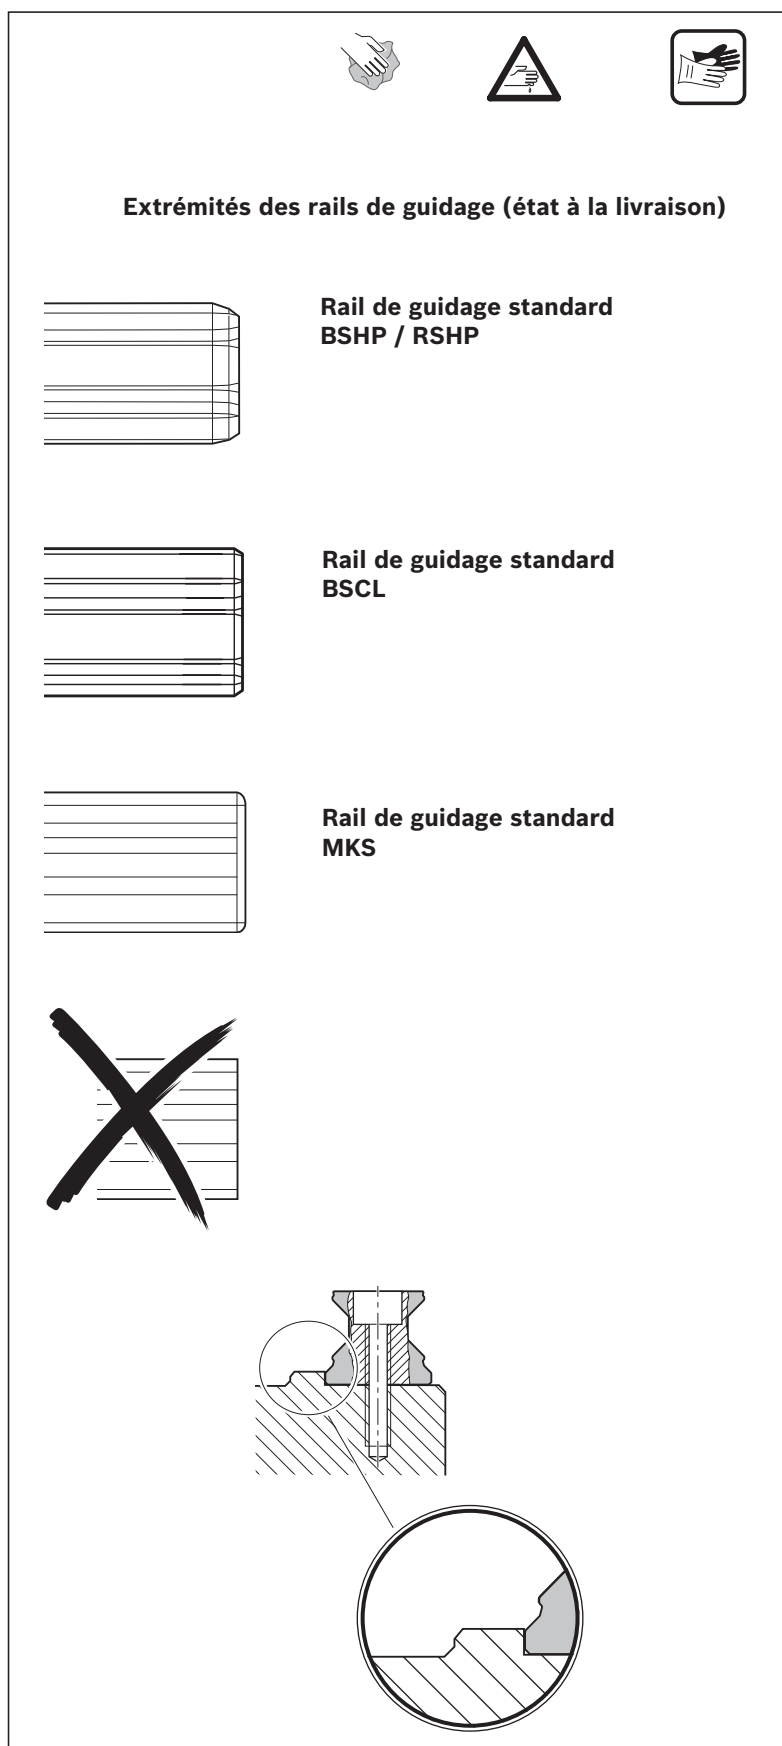

Fig. 11 : Préparation des rails de guidage
- En cas de livraison de rails de guidage BSHP/RSHP en longueurs d'usine/unités d'emballage, les extrémités des rails doivent être chanfreinées, voir Fig. 11.